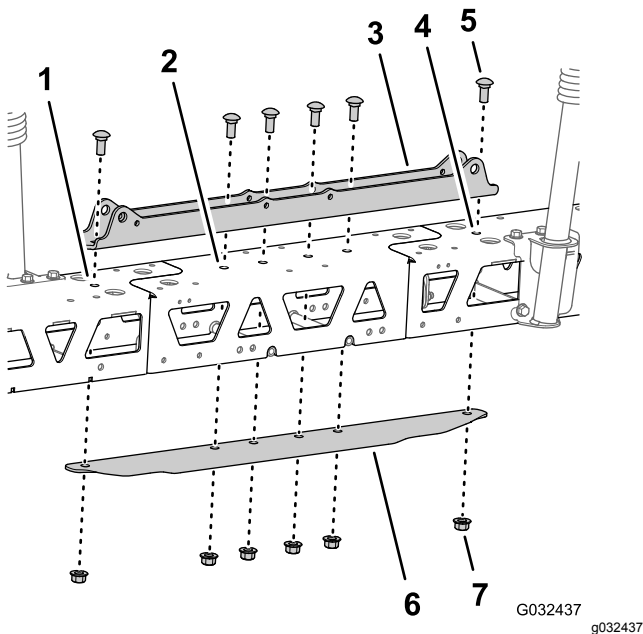

Figure 53
- Placez les trous du support de vérin en face des trous dans l'axe du cadre en treillis et de l'extension de rampe centrale (Figure 53).
6. Insérez la plaque de liaison dans le cadre en treillis et l'extension de rampe centrale, et alignez le trou dans la plaque de liaison et les trous dans l'axe des cadres en treillis et de l'extension de rampe centrale (Figure 53).
7. Assemblez le support de vérin, les cadres en treillis, l'extension de rampe centrale et la plaque de liaison à l'aide des 2 boulons de carrosserie (1/2 x 1-1/4") et des 2 contre-écrous à embase (1/2") que vous avez retirés à l'opération 2 de Séparation des cadres en treillis de la section de pulvérisation centrale \(page 25\), et des 4 boulons de carrosserie (1/2 x 1-1/4") et des 4 contre-écrous à embase (1/2") du kit de finition du système de pulvérisation GeoLink (Figure 53).